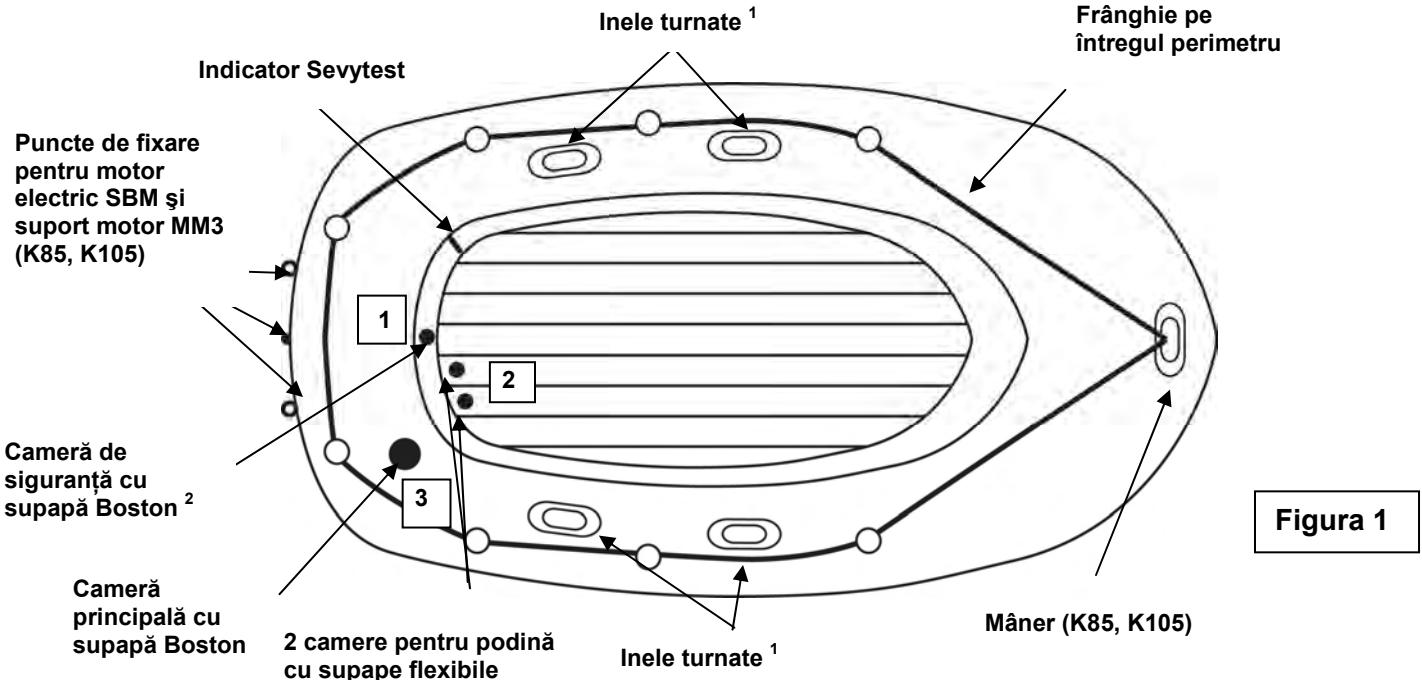

Figura 1
- a) Supapă(e) Boston – a se vedea figura de alături : Desurubați clapa supapei (1). Însurubați bucsa supapei (2) în suportul acesteia (3) și verificați dacă clapa supapei rămâne accesibilă. Introduceți piesa de capăt a furtunului pompei și umflați până când obțineți presiunea necesară (a se vedea punctul 3). După umflare, strângeți toate clapele supapelor(supapei) bine (în sensul acelor de ceasornic). **NOTĂ:** O usoară scăpare de aer înainte de însurubarea clapelor supapelor(supapei) este normală.
- 3) Presiunea maximă a aerului: **Presiunea corespunzătoare pentru acest produs este: 0,06 bar (= 60 mbar). Nu o depășiți.** Barca dumneavoastră este prevăzută cu un indicator Sevytest care permite verificarea presiunii. Umflați mai întâi camera de siguranță (vezi figura 1) până la cota „+” marcată pe indicatorul Sevytest, după care umflați camera principală (vezi figura 1) până la cota „-“. **În caz de supra-presiune:** evacuați aerul până când presiunea ajunge la nivelul recomandat. **În cazul în care presiunea este prea scăzută:** continuați să umflați ușor. **N.B.:** se poate întâmpla ca după utilizări frecvente, din cauza dilatației PVC-ului ca urmare a influenței presiunii de gonflare, acul indicatorului Sevytest să nu revină la poziția sa inițială. Totuși poziția lui poate fi verificată. Acul trebuie să fie poziționat între limitele nivellelor recomandate de presiune.